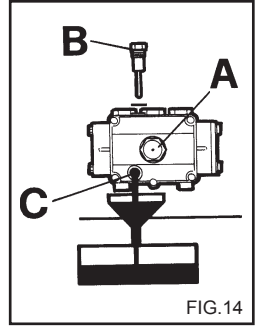

FIG. 14
- 2 - Desenroscar el tapón con la varilla de control del nivel (fig. 14).